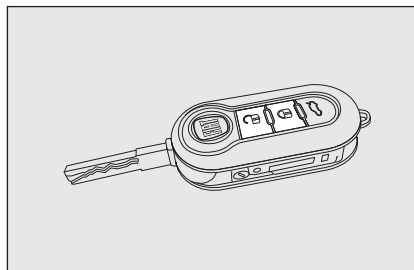
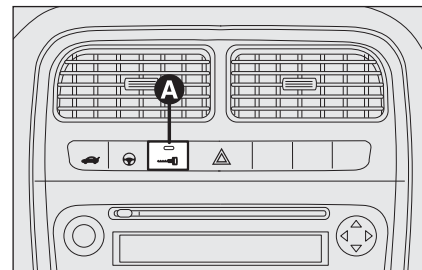

fig. 70
fig. 72
Con las puertas cerradas presionar el botón  en el mando a distancia **fig. 70** o introduzca y gire la placa metálica en la cerradura de la puerta del lado del conductor hacia la derecha. El bloqueo efectivo de las puertas se señala mediante el encendido único del led en el botón **A-fig. 72**. El bloqueo de las puertas se activa únicamente si todas las puertas están cerradas. Si hay alguna puerta abierta después de presionar el botón  del mando a distancia **fig. 70**, los intermitentes y el led del botón **A-fig. 72** parpadean rápidamente durante aproximadamente 3 segundos.
En cambio, si una o más puertas están abiertas tras girar la pieza metálica de la llave, sólo el led del botón **A-fig. 72** parpadea rápidamente durante aproximadamente 3 segundos. Con las puertas cerradas y el maletero abierto, las puertas se bloquean: los intermitentes (sólo bloqueándolas con la tecla  **fig. 70**) y el led de la tecla **A-fig. 72** parpadean rápidamente durante unos 3 segundos.
De todas formas, con la función activada es posible desbloquear las cerraduras de las demás puertas, pulsando la tecla **A-fig. 72** ubicada en la consola central.
Pulsando dos veces rápidamente la tecla  en el mando a distancia **fig. 70** se activa el dispositivo dead lock (consulte el apartado “Dispositivo dead lock”).
Pulse brevemente la tecla  **fig. 70** para desbloquear las puertas a distancia, encienda las lámparas interiores (encendido temporizado) y los intermitentes parpadean dos veces, o bien, introduzca la
Presione la tecla **A-fig. 72** para bloquear/desbloquear todas las puertas. El botón tiene un led que indica el estado (puertas bloqueadas o desbloqueadas) del vehículo: Cuando las puertas están cerradas el led del botón está encendido y al pulsar el botón se abren en modo centralizado todas las puertas y se apaga el testigo. Cuando las puertas están abiertas el led está apagado y al pulsar el botón se cierran en modo centralizado todas las puertas. El bloqueo de las puertas se activa únicamente si todas las puertas están bien cerradas.
no será posible desbloquearlas mediante la tecla **A-fig. 72** ubicada entre los mandos del salpicadero.
- ☐ la tecla **A-fig. 72** de bloqueo/desbloqueo;
El dispositivo se activa automáticamente en todas las puertas en caso de que se pulse dos veces rápidamente la tecla **A** en la llave con mando a distancia **fig. 70**.
La activación del dispositivo se indica con 3 parpadeos de los intermitentes y con un parpadeo del led de la tecla **A-fig. 72** ubicada entre los mandos del salpicadero.